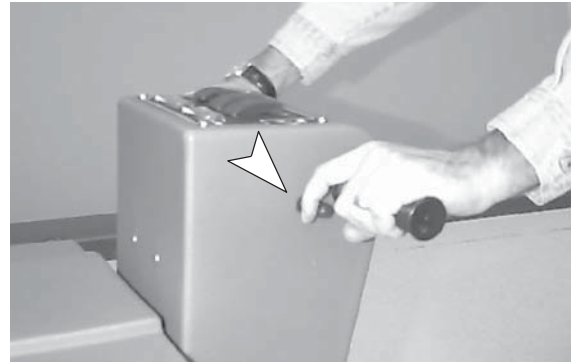

FIG. 16
6. Pour utiliser la machine en marche arrière, relâchez les poignées et tirez sur la gâchette de marche arrière (vitesse unique) (Figure 16).